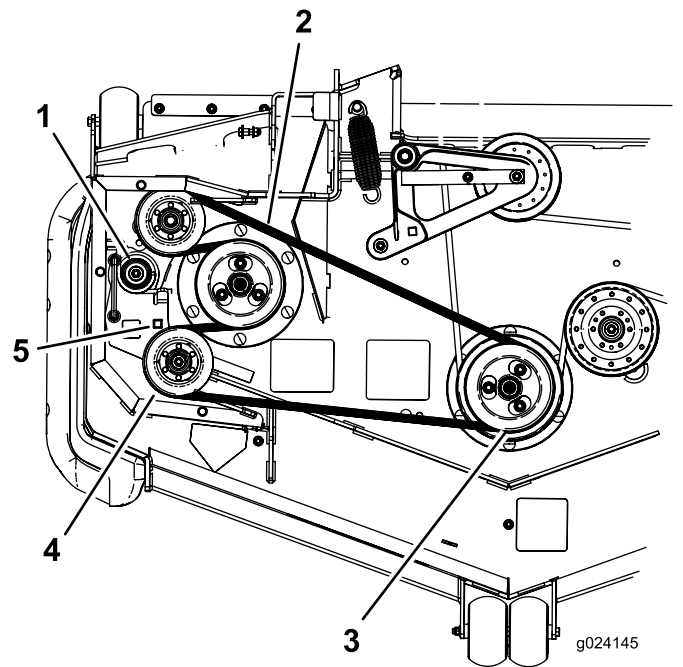

Figura 91
7. Utilice una llave de carraca en el taladro cuadrado del brazo tensor para aliviar la tensión del muelle tensor (Figura 91).
8. Retire la correa de la polea de la carcasa de corte (Figura 91).
9. Retire la correa de las poleas restantes (Figura 91).
11. Utilizando la llave de carraca en el taladro cuadrado, alivie la tensión del muelle y coloque la correa nueva alrededor de la polea tensora (Figura 91).